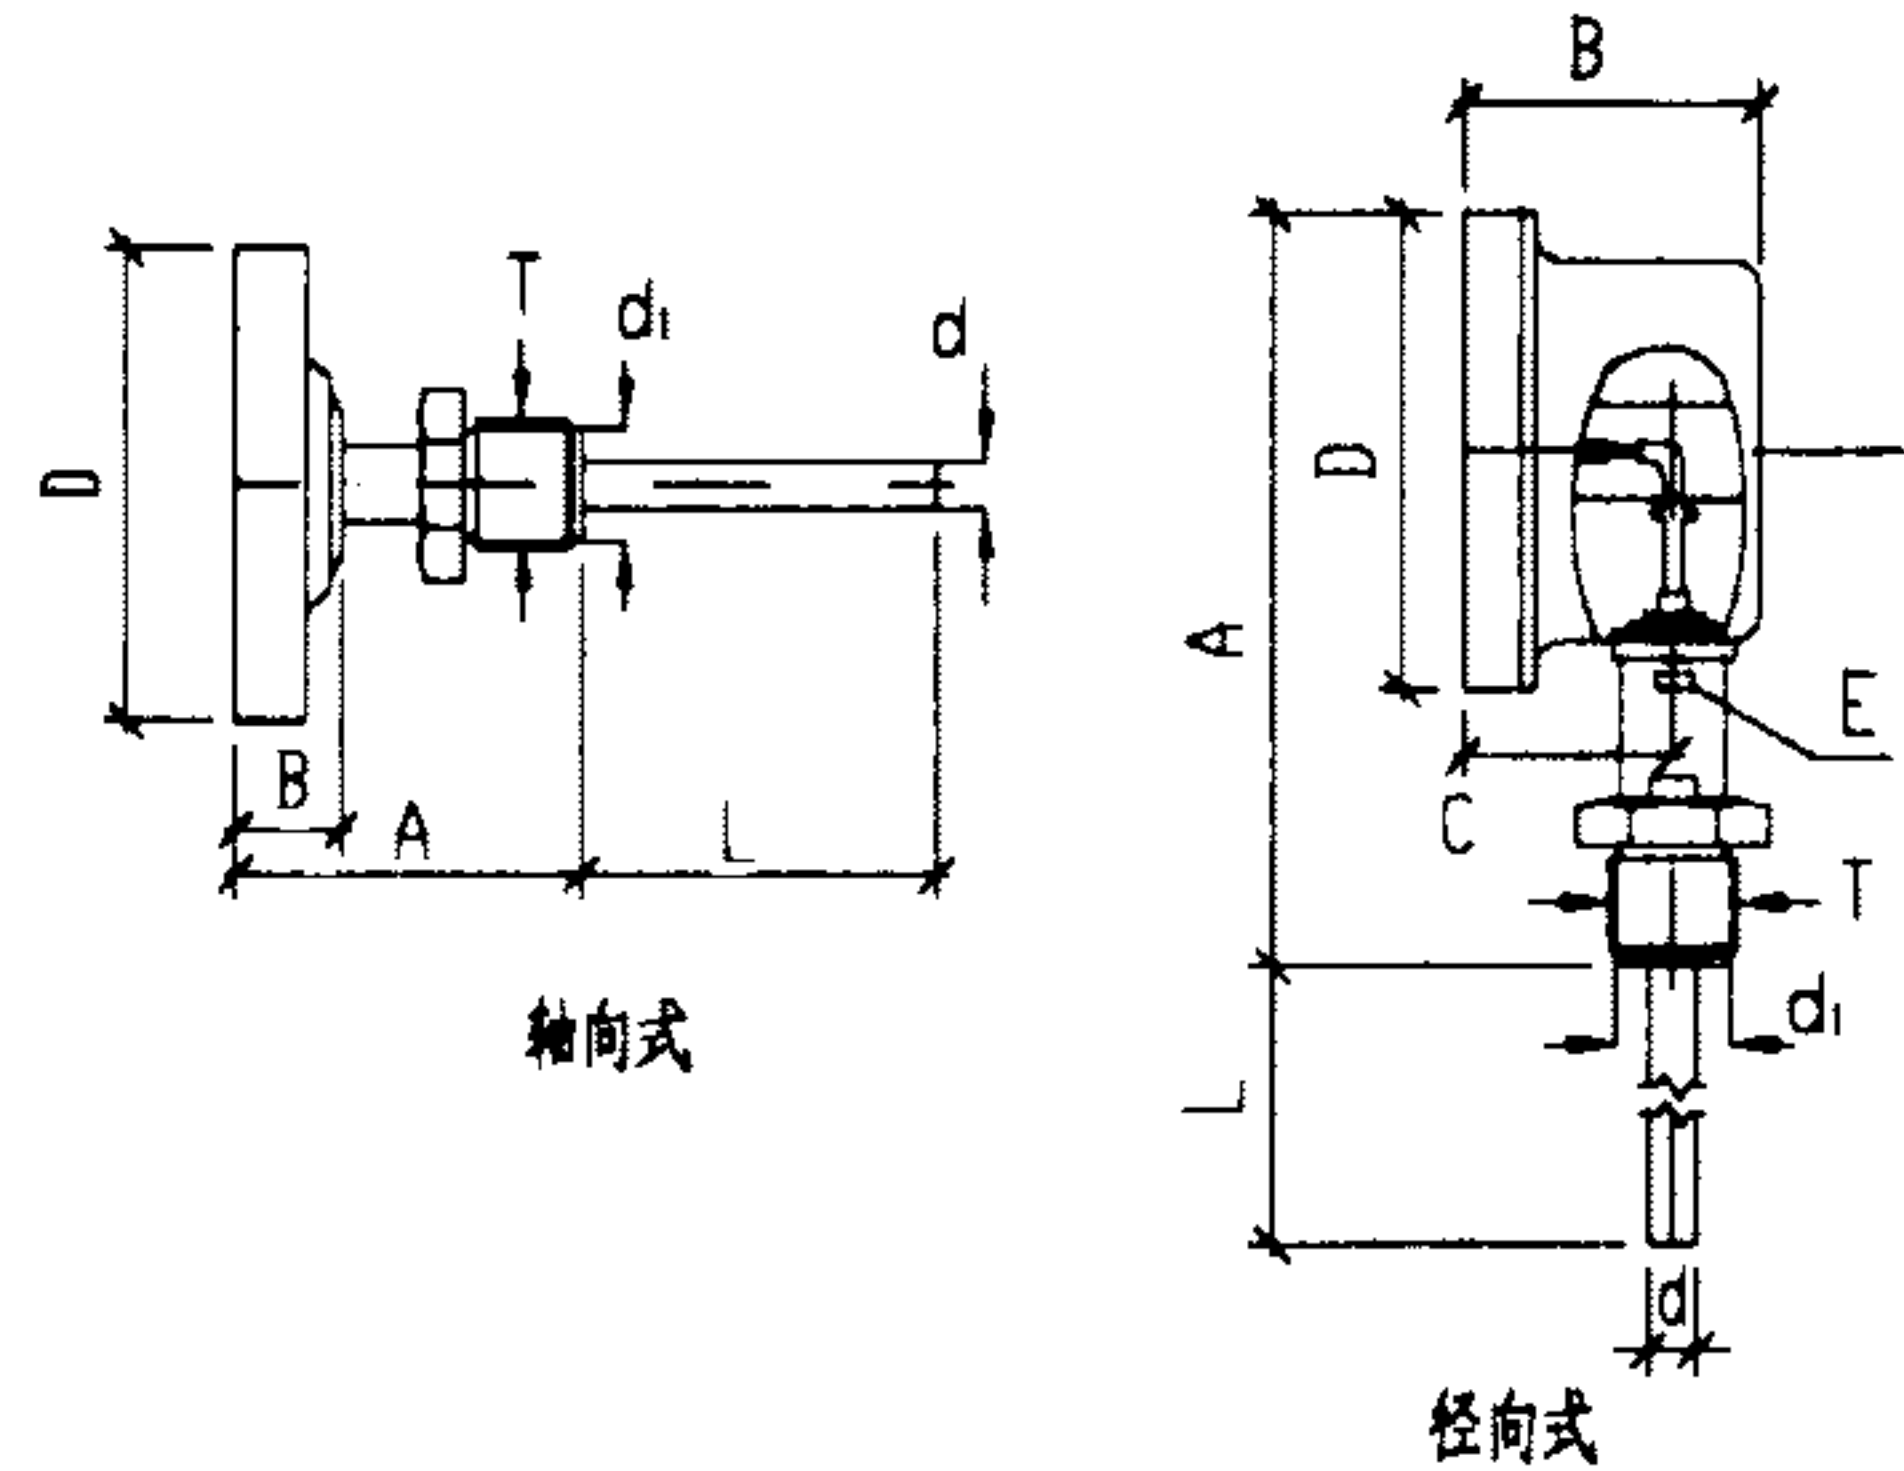

图2 双金属温度计外型图
2. **双金属温度计**: 双金属温度计WS、WSS, 电接点温度计为WSX、WSSX。温度测量极限范围, 最低极限温度为-60℃, 最高极限温度为500℃, 正常工作环境温度温度为-20℃-60℃。保护套管插入被测介质的深度为150-500/100-1500, 接头螺纹为M27x2、G1/2、G3/4、M16x1.5, 电接点温度计的接点功率为10VA, 最大工作电压为220V/380V, 最大工作电流为1A。双金属温度计的外型见图2。